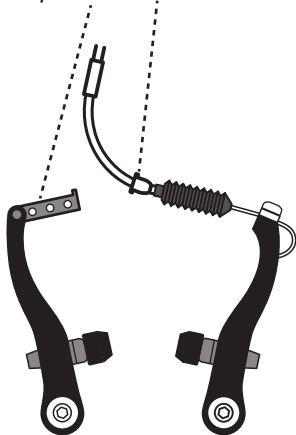

Рис. 1
- 1) Расцепите тормозную стяжку переднего тормоза (рис. 1).
- 5) В обратном порядке сцепите тормозную стяжку переднего тормоза (рис. 1).